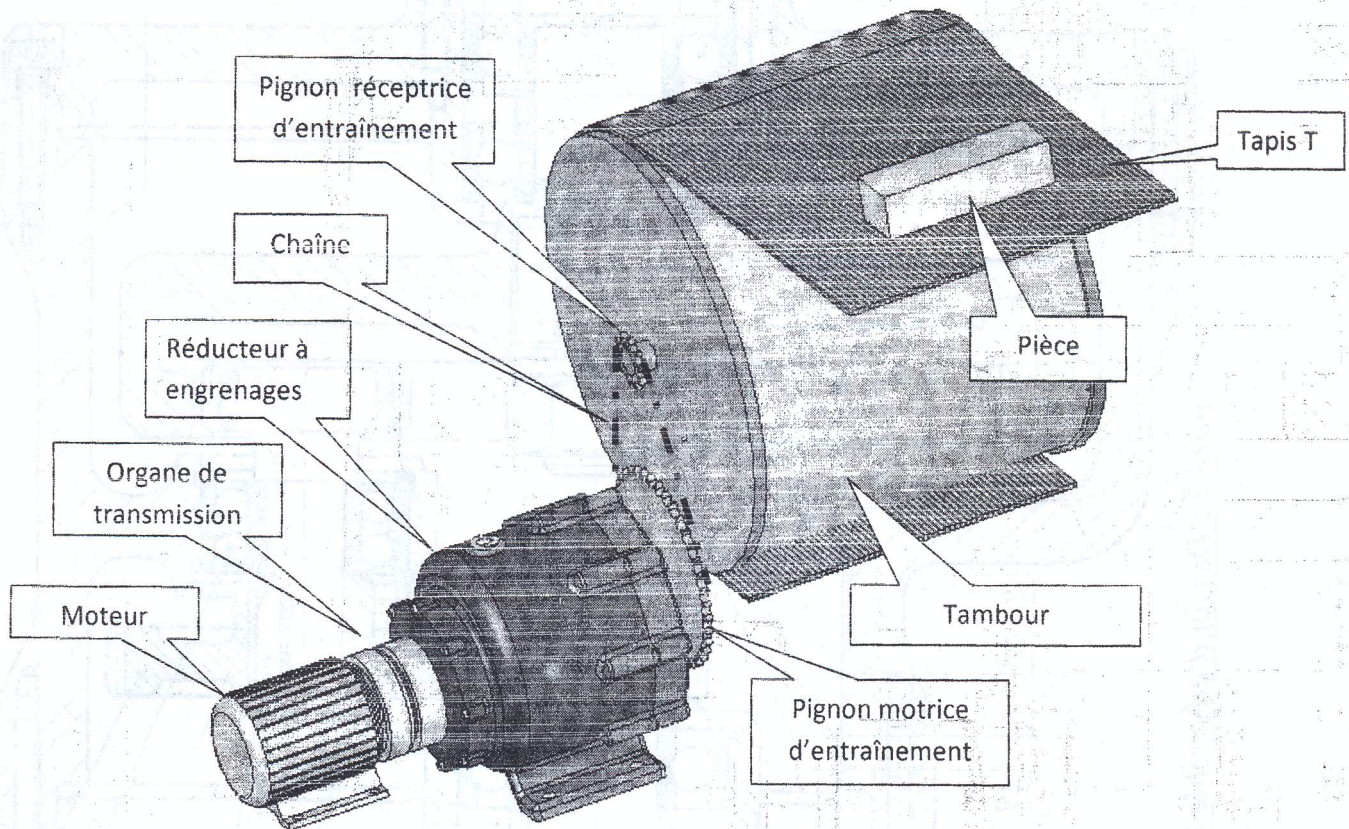
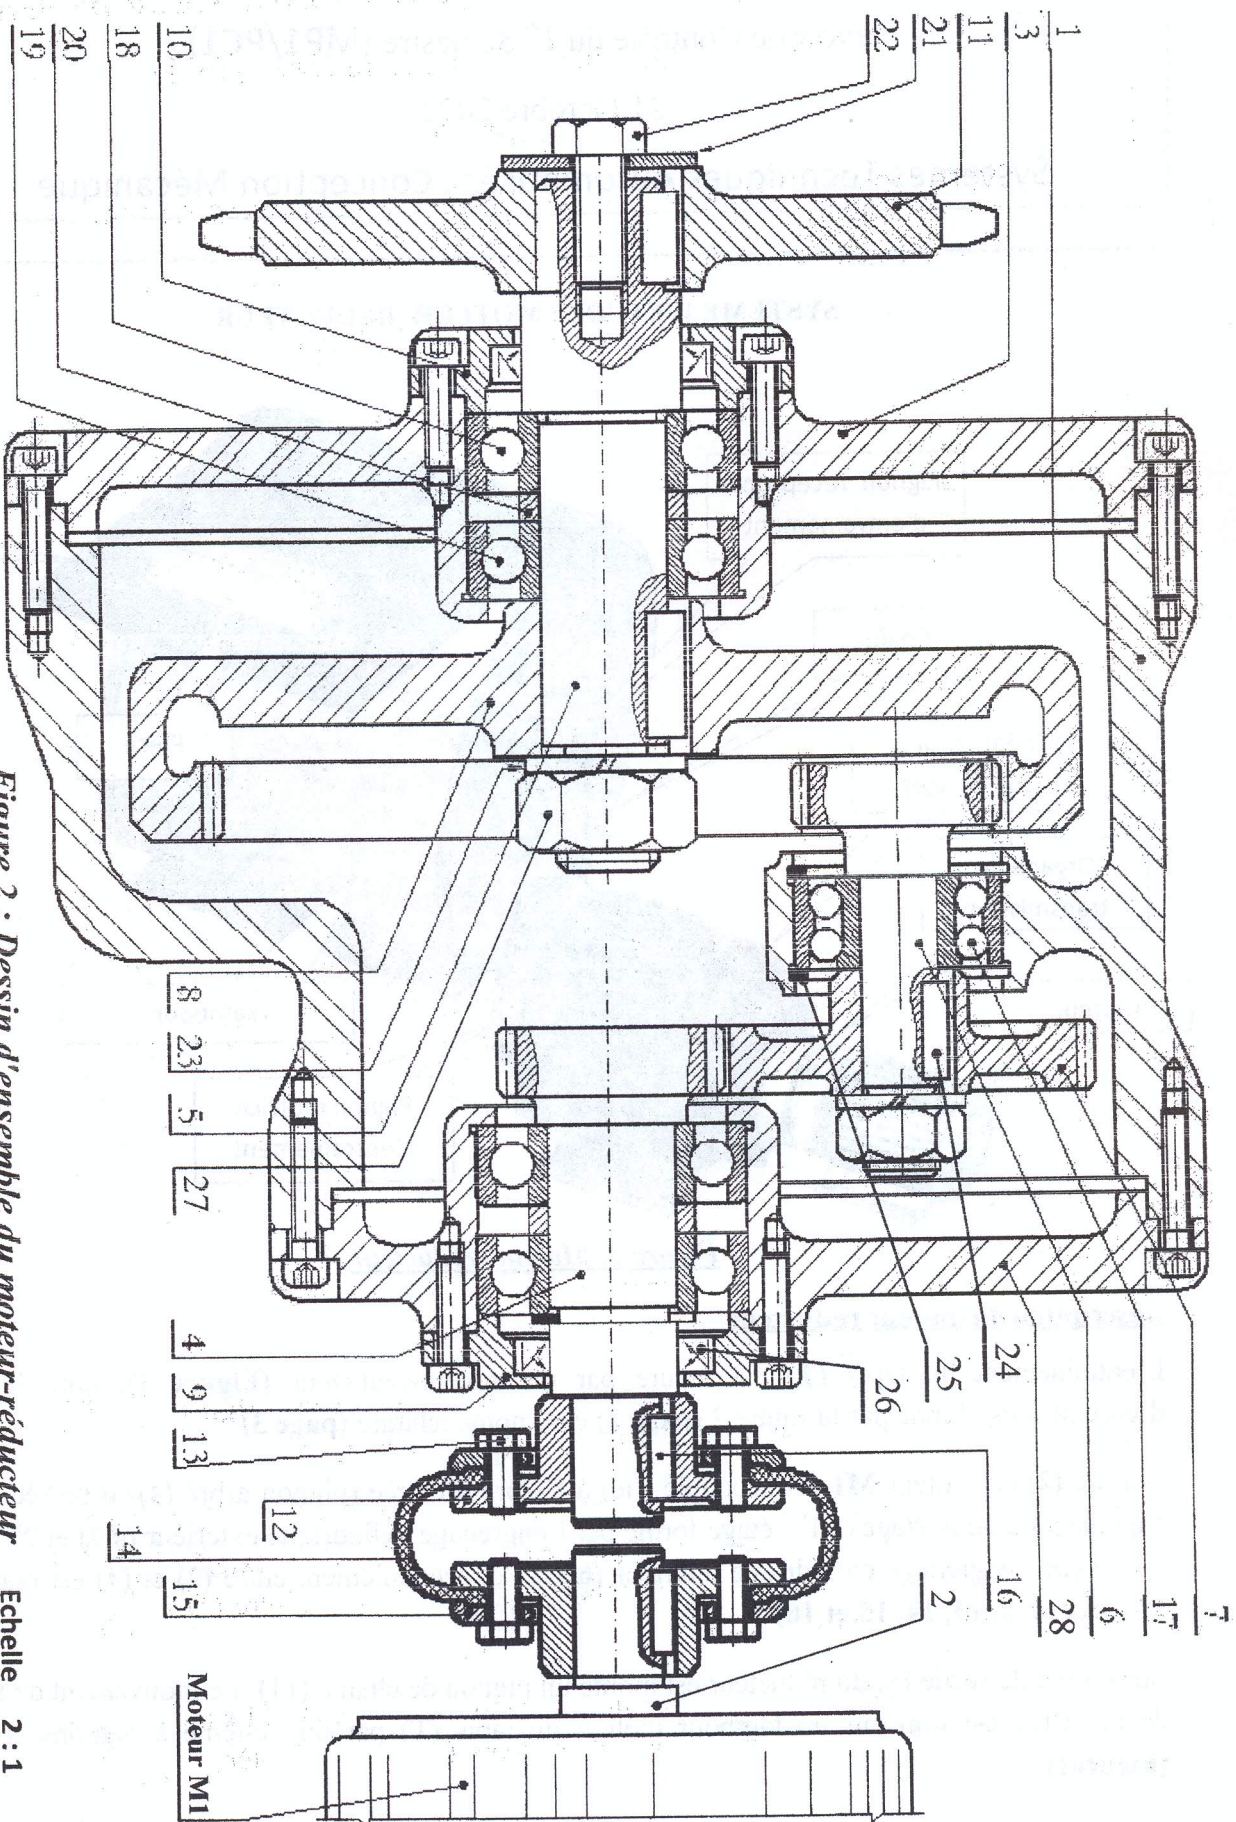

Figure 1: Moteur- réducteur
Figure 2 : Dessin d'ensemble du moteur-réducteur Echelle 2 : 1
L'entraînement du tapis (T) est assuré par un moteur-réducteur (Figure 1), dont le dessin d'ensemble est donné par la figure 2 (page 2) et la nomenclature (page 3).
Sur l'arbre de sortie (5) du réducteur est monté un pignon de chaîne (11). Le mouvement de rotation de cet arbre est transmis au tambour moteur du tapis (T) par un système à pignons et chaîne (Figure1)